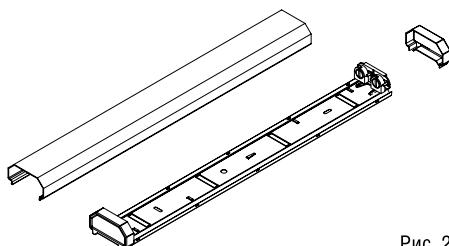

Рис. 2
- Установить светодиодные лампы T8 (в комплект не входят) в лампадержатели. Закрепить рассеиватель и боковую крышку (Рис.2).